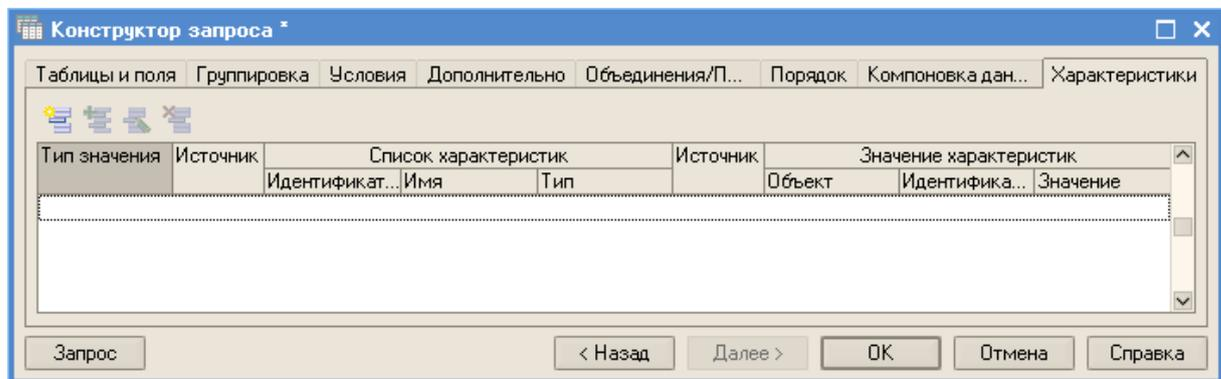

Рис. 143
- перейдите на закладку *Характеристики* (рис. 143);